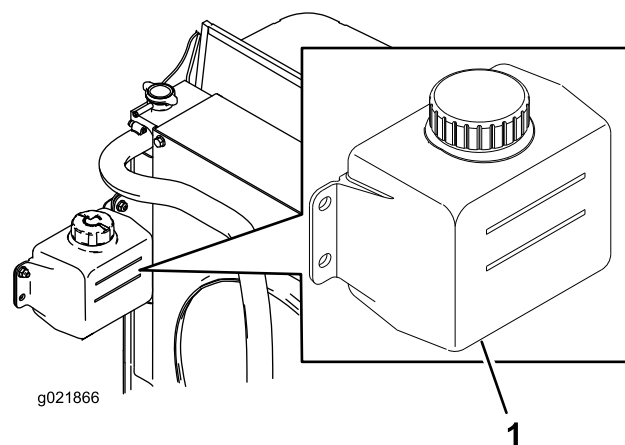

Figura 92
1. Controllate il livello di refrigerante nel serbatoio (Figura 92).